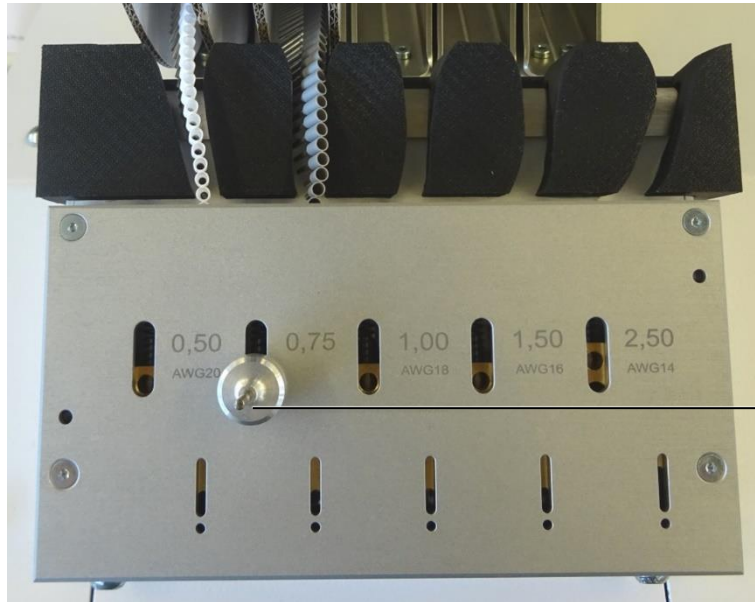

Fig. 10: Posisjoneringspinne oppe
- Sett posisjoneringspinnen med stor diameter i den øvre åpningen (fig. 10, pos. 1) på transportenheten.